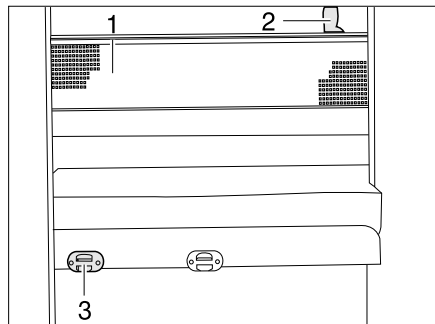

Bild 96 Sicherungsnetz
- Die Aufstiegsleiter mit den Holmen in die Halterung (Bild 96,3) an der Blende einhängen.
Das Sicherungsnetz (Bild 96,1) ist serienmäßig zwischen Matratze und Lattenrost verstaut. Das Sicherungsnetz erst aufspannen, wenn sich die Person bereits im Bett befindet.
- Die Haltebänder (Bild 96,2) in die Halterungen an der Decke einrasten.